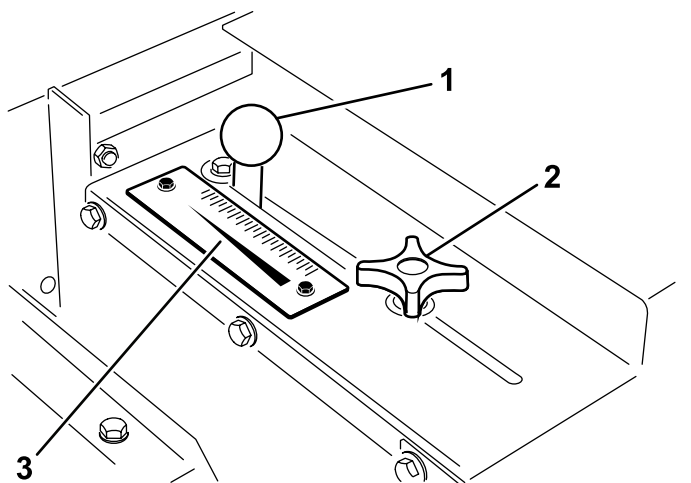

Figura 19
1. Desaperte o manípulo de bloqueio (Figura 19) o suficiente para permitir que este deslize livremente na ranhura.
2. Coloque o manípulo da porta (Figura 19) para a posição desejada e aperte o manípulo de bloqueio para fixar o ajuste.
Utilize a escala de proporção (Figura 19) para determinar a proporção de fluxo desejada. Consulte Taxa de aplicação de areia \(página 19\).